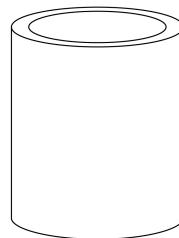

Figura 4: Acessório de compressão Qualcrimp
- **Acessório de compressão Qualcrimp (Figura 4)**